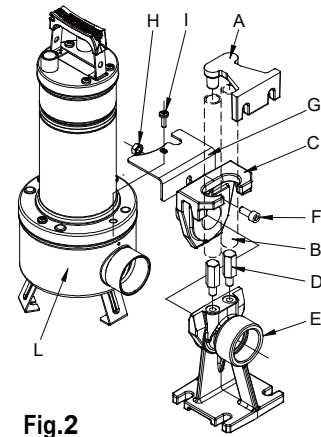

Fig.2
Pour les installations fixes nous conseillons l'utilisation d'un dispositif de levage DSD2 (disponible sur demande - **Fig.2**) pour faciliter les opérations de maintenance sur l'électropompe. Inséré entre la bride de refoulement de l'électropompe et le tuyau, il évite, dans les opérations de maintenance, de devoir démonter le tuyau de refoulement. Le dispositif DSD2 est constitué de 8 composants plus un, non fourni (tuyaux de 3/4"):
Le pied d'assise doit être positionné dans le fond de la cuve et fixé avec des vis tamponnées correctement dimensionnées. La bride de guidage du tuyau doit être positionnée sur la partie haute du puisard et insérée à l'extrémité des deux tuyaux de 3/4" (non fournis), qui servent de descente. Les deux tuyaux relient la bride au pied d'assise. Positionner la bride de base en contact avec le filtre de la pompe, à proximité de l'orifice de refoulement, en fixant avec deux vis prévues pour le blocage du couvercle du filtre. Enlever la vis supérieure de la bride côté refoulement (I). Assembler la patte antirotation (G). Remonter la vis (I). Extraire la coulisse du pied d'accouplement et la raccorder à l'orifice de refoulement de la pompe. En utilisant la vis F et l'écrou H, fixer la coulisse à la pompe comme l'indique la figure. Remettre en place l'ensemble coulisse/pompe sur le pied (Fig.2)